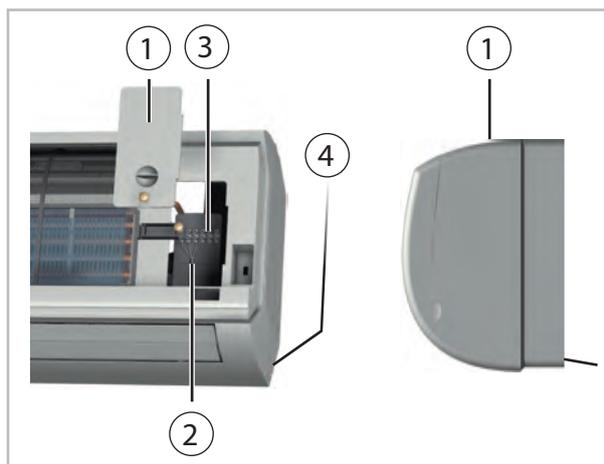

Abb. 37: Anschluss des Innengerätes
2. ➤ Lösen Sie die Abdeckungen auf der rechten Seite (Abb. 37).
4. ➤ Klemmen Sie die bauseits verlegte Steuerleitung an den Klemmen an (Abb. 37).